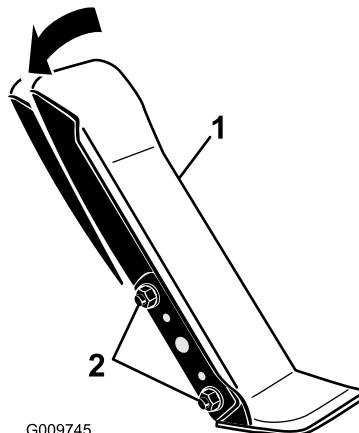

Рисунок 111
- Ослабьте две гайки и болты крепления левой стороны педали управления тягой к кронштейну (Рисунок 111).
- Pоверните педаль под требуемым рабочим углом и затяните гайки (Рисунок 111).